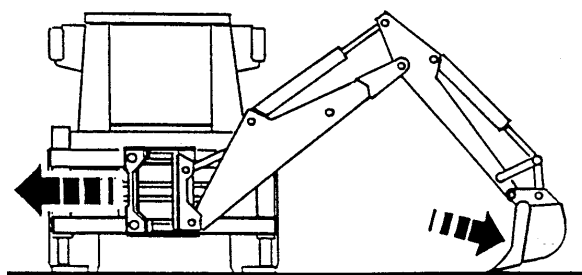

Рис. 4.62. Смещение экскаваторного оборудования вбок
6. Открывая ковш (с помощью рычага управления ковшом), сместить передвигную каретку экскаваторного оборудования вбок (влево или вправо) (Рис. 4.62).